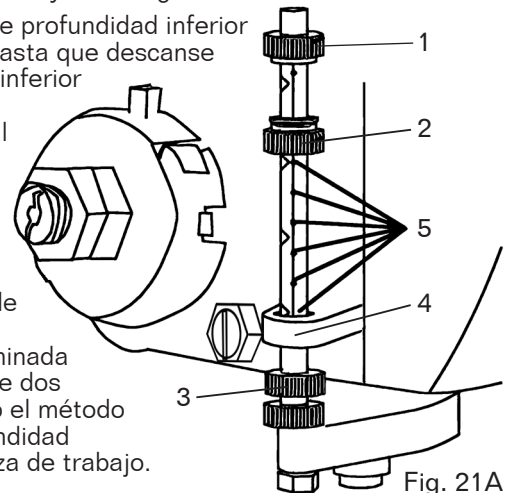

Fig. 21A
### AJUSTAR LA PROFUNDIDAD DE TALADRADO (FIG. 21A)
1. Gire la perilla de la escala de profundidad inferior (Fig. 21A - 2) hasta que la parte inferior de la perilla esté alineada con la marca de profundidad deseada (Fig. 21A - 5) en la escala del indicador.
2. Gire la perilla de bloqueo de la escala de profundidad (Fig. 21A - 1) hasta que se encuentre con la perilla de la escala de profundidad inferior (Fig. 21A - 2). El mandril se detendrá después de viajar hacia abajo a la distancia seleccionada.
2. Gire la perilla de profundidad inferior (Fig. 21A - 3) hasta que descansa contra la parte inferior del soporte de calibre de metal (Fig. 21A - 4).